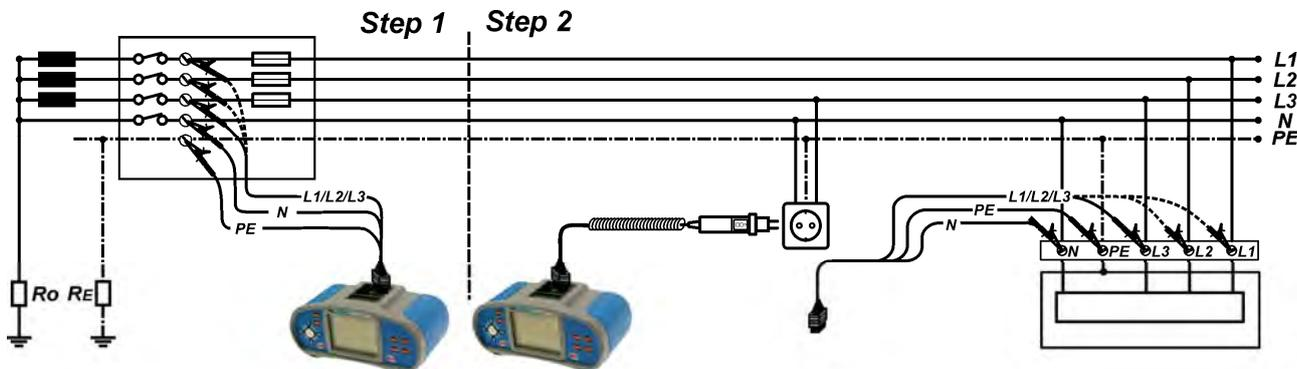

Abb. 5.24: Messung des Phase-Neutral oder Phase-Phase Spannungsfalls – Anschluss des Taster-Steckers und 3-Leiter-Prüfkabels
- ❑ Schließen Sie die Prüfleitungen an die Prüfstellen an (siehe Abb. 5.24).